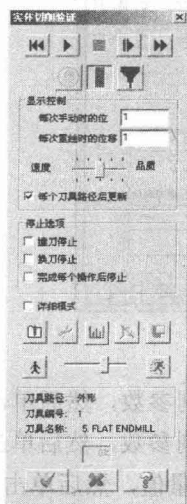

图 1-28 【实体切削验证】对话框
(1) 在界面的左侧【刀具路径】选项卡顶部单击按钮，打开如图 1-28 所示的【实体切削验证】对话框。